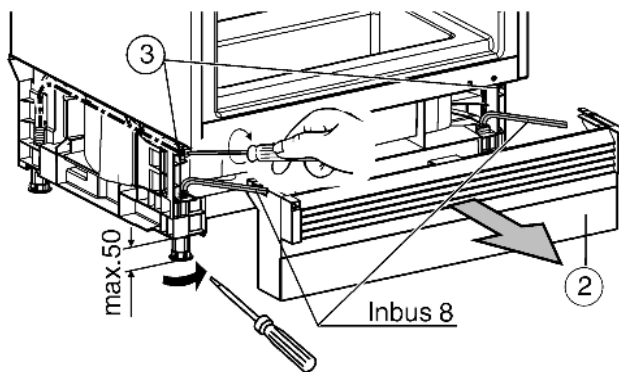

Fig. 10
- ▶ Mettre l'appareil de niveau à l'aide des pieds réglables : régler les pieds réglables arrière à l'aide des vis Fig. 10 (3). Dévisser les pieds avant réglables avec un tournevis, utiliser une clé six pans 8 mm pour les pieds réglables vissés. L'appareil doit être calé entre le sol et le plan de travail de la niche.